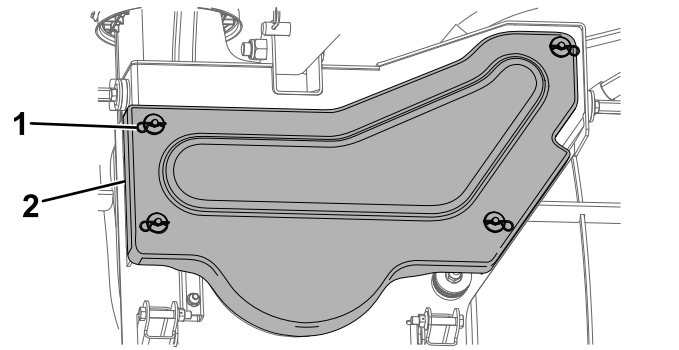

Figure 33
- Retirez les 4 goupilles fendues qui fixent le protège-courroie (Figure 33).
7. Posez le protège-courroie et fixez-le en place à l'aide des 4 goupilles fendues (Figure 33).